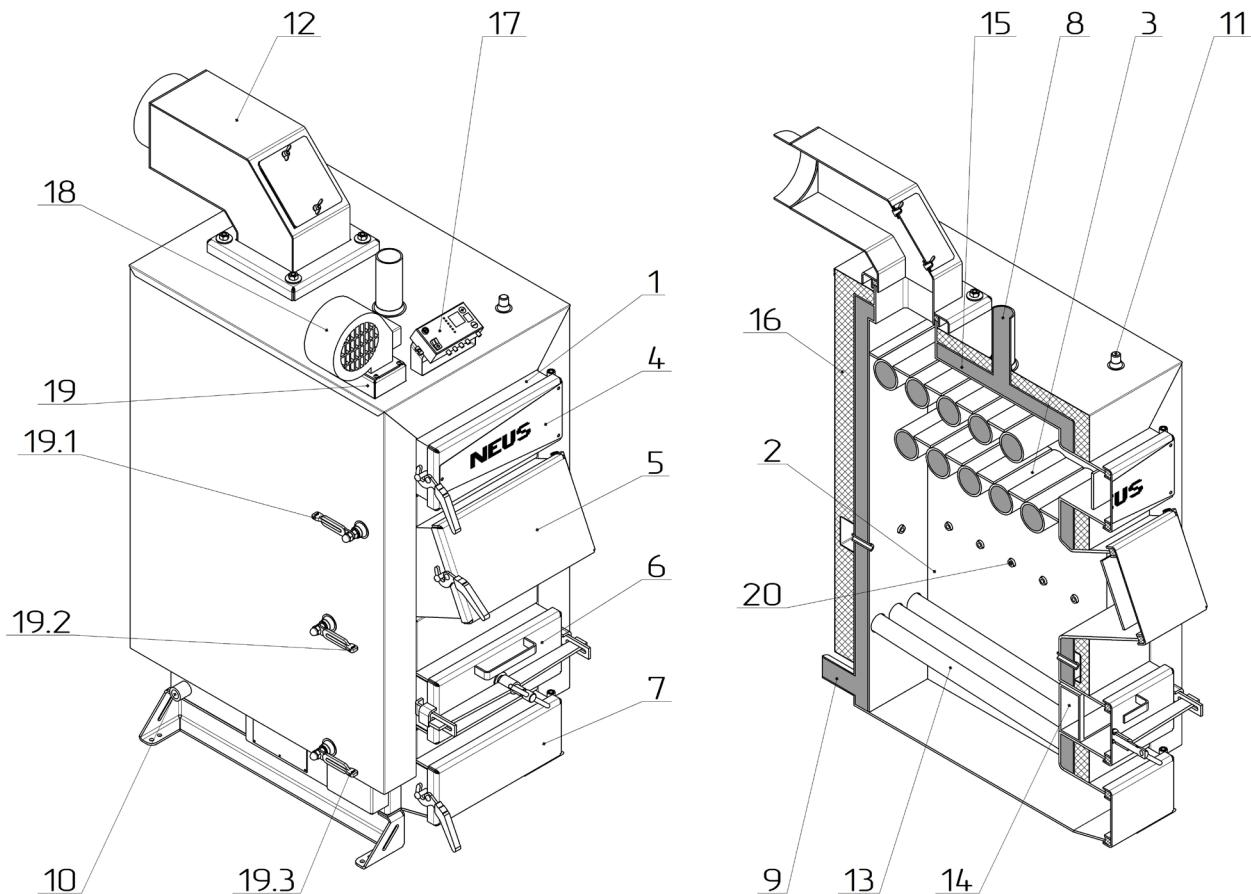

Рисунок 2 – Зовнішній вигляд та основні елементи котла
Конструктивно котел являє собою збірно-зварену конструкцію, що складається з корпуса (поз. 1, рис. 2) з камeroю згоряння (топкою) (поз. 2, рис. 2). Над топкою розташована конвекційна частина котла (поз. 3, рис. 2), що являє собою двоходовий (для потужностей 10-38 кВт), трьохходовий (для потужностей 44-65 кВт) або чотирьохходовий (для потужностей 75-120 кВт) теплообмінник.
Корпус котла виконаний в формі паралелепіпеду з подвійними стінками, які розділені водними перегородками (поз. 15, рис. 2). На зовнішній поверхні корпуса під декоративною обшивкою закріплена теплова ізоляція. (поз. 16, рис. 2).
Паливо для процесу спалення завантажується на колосникові грати (поз. 13, рис. 2) крізь завантажувальні дверцята (поз. 5, рис. 2). Колосникові грати виконані з товстостінних безшовних труб по яких постійно циркулює вода з водяної оболонки котла, що унеможливує їх прогорання. Згоряння палива в топці відбувається за участю повітря, яке постачається по каналу подачі повітря (поз. 19, рис. 2) приливним вентилятором (поз. 18, рис. 2). Кількість повітря, необхідного для процесу згоряння, регулюється автоматично регулятором температури (поз. 17, рис. 2).
Підведення і відведення теплоносія здійснюється відповідно через патрубки зворотної мережної води (поз. 9, рис. 2) і прямої мережної води (поз. 8, рис. 2).
Топочні гази виходять у димохід крізь боров (поз. 12, рис. 2), що, за попередньою домовленістю з виробником, може бути розташований у задній або верхній (як на рис. 2) частині котла.
У верхній частині корпуса котла розташований штуцер для встановлення запобіжного клапана (поз. 11, рис. 2).
На бічній стінці корпуса у нижній її частині розміщено штуцер для зливу води з котла (поз. 10, рис. 2).
- дверцята для періодичного обслуговування (чищення) конвекційної частини котла (поз. 4, рис. 2);
- ревізійний дверцята (поз. 6, рис. 2) для періодичного чищення колосниковых грат;
- дверцята зольника (поз. 7, рис. 2) для можливості чищення простору під колосниками.